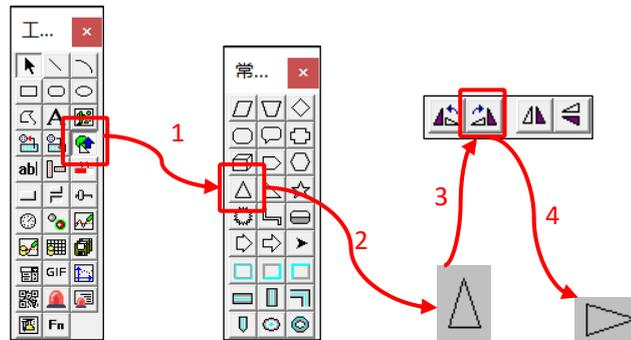

图 3.6-10 三角形组态流程图
- ① 在实时数据库中新建一个整数型变量【主界面高亮】
- ② 在画面中用【常用符号】中的【等腰三角形】画一个细长的等腰三角形当作箭头。然后选中该等腰三角形，点击工具栏中的【右旋 90 度】按钮将它顺时针旋转 90，如图 3.6-10 所示。